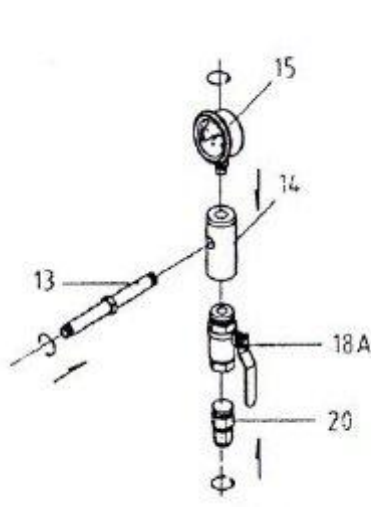

Figura 1
1. Per prima cosa, fare riferimento alla Figura 1. Montaggio del collettore di aspirazione (14). Installare il manometro (15) sull'estremità del tubo di ingresso e ruotarlo in modo che sia ben visibile nella parte superiore del serbatoio. Quindi installare la valvola a farfalla (18-A) nella parte inferiore del tubo di aspirazione. Il passo successivo è montare il connettore (20) sulla valvola a farfalla. Quindi installare il tubo di collegamento (13) sul lato del cavo.